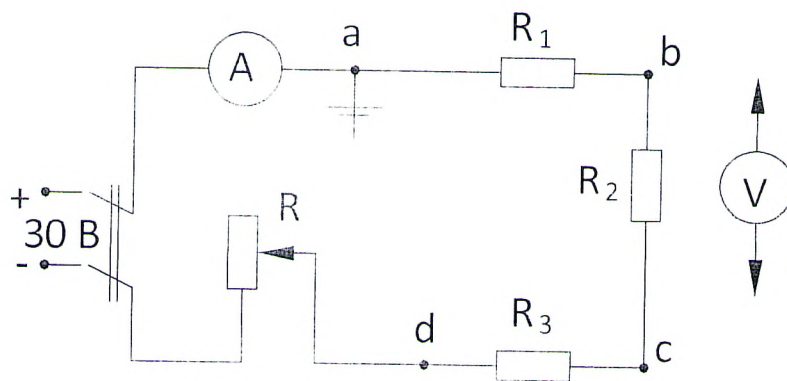

Рисунок 5 –
Объектом исследования является неразветвленная и разветвленная электрические цепи постоянного тока (рисунок 5, 6).
Напряжения на участках цепи (рисунок 5) измеряют вольтметром со свободными концами. При измерении потенциалов точек один зажим вольтметра следует соединить с точкой – «а», потенциал которой принять равным нулю, а другой зажим попеременно подключать к остальным точкам цепи (b, c, d).
1. Собрать неразветвленную, а затем разветвленную электрические цепи (рисунок 5, 6). Произвести измерения токов, напряжений. Данные измерений занести в таблицу 1, 2.